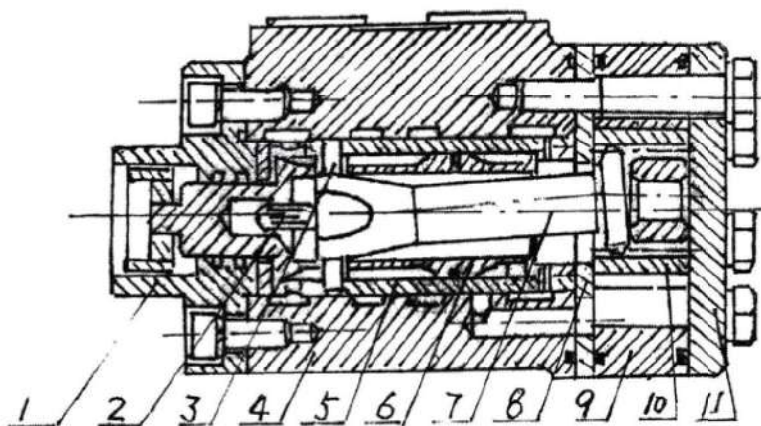

Рис. 11. Схема гидравлического рулевого механизма.
- а. Структура гидравлического рулевого механизма показана в Рис. 11. Ротационный клапан сервопривода, состоит из клапана (7), втулки клапана (6) и корпуса клапана (5), контролирует направление потока гидравлического масла. Статор (9) и ротор (10) составляют пару циклоидального зубчатого зацепления, которое функционирует как клапан управления потоком, который перегоняет гидравлическое масло в управляющий цилиндр, который непосредственно связан с углом поворота рулевого колеса. Сцепление стержня (8) передает вращающий момент.